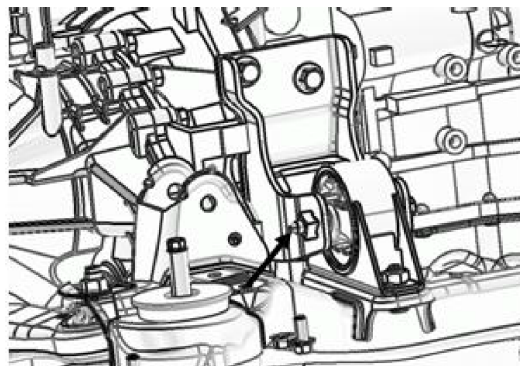

图 4
2.3.1 拆下发动机后悬置安装支座与后悬置安装支架之间相连接的 1 个横穿螺栓(如下图 4 所示)。
2.5.3 将发动机后悬置安装支架总成与后悬置安装支座总成相连接的 1 个横穿螺栓打力矩为 55 N.m（如图 4 所示）